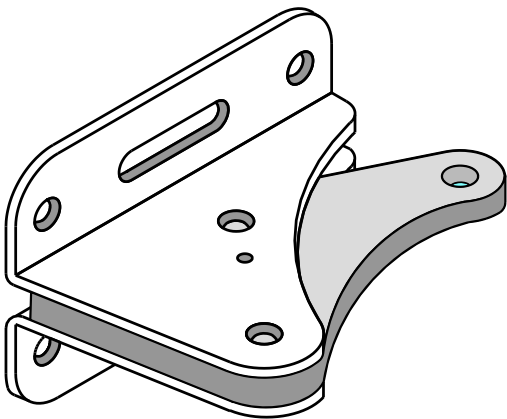

FIGURE 1
- 1.1 Assembler l'attache arrière suivant la figure 1. ( Montage pour installation gauche ) et serrer les boulons manuellement.